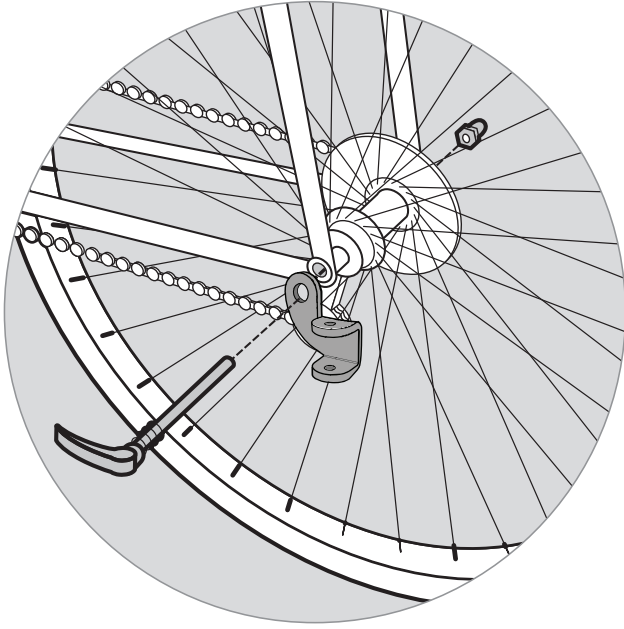

Figure 18
1. **Installing the hitch to your bike:** Remove quick-release or nut from the left side of bike's rear wheel axle. Install hitch between quick-release or nut and frame (Figure 18). Tighten the quick-release or nut following manufacturer's recommendation. The hitch can remain on the bike when trailer is removed.
1. **Installation de l'attelage sur votre vélo :** Retirez le levier de blocage rapide ou l'écrou du côté gauche de l'axe de la roue arrière du vélo. Installez l'attelage entre le levier de blocage rapide ou l'écrou et le cadre (Figure 18). Serrez le levier de blocage rapide ou l'écrou en suivant les recommandations du fabricant. L'attelage peut rester sur le vélo lorsque la remorque n'est pas accrochée.
1. **Montage der Anhängerkupplung an Ihrem Fahrrad:** Entfernen Sie den Schnellverschluss oder die Mutter von der linken Seite der hinteren Radachse des Fahrrads. Montieren Sie die Anhängerkupplung zwischen dem Schnellverschluss oder der Mutter und dem Rahmen (Abbildung 18). Ziehen Sie den Schnellverschluss oder die Mutter gemäß den Empfehlungen des Herstellers fest. Die Anhängerkupplung kann am Fahrrad verbleiben, wenn der Anhänger entfernt wurde.